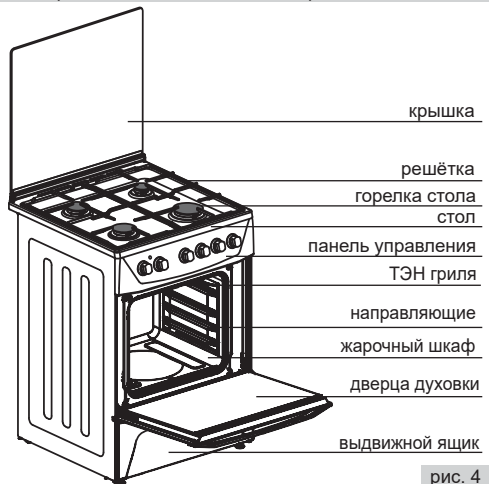

рис. 4
■ Комбинированная плита - это специальное устройство для приготовления пищи за счет образования тепла от сгорания газа в газовых горелках и от нагрева ТЭНов жарочного шкафа (рис.4,5). Горелки расположены на рабочем столе плиты, ТЭНовы расположены в жарочном шкафу. Управление работой газовых горелок осуществляется кранами, работа ТЭНов осуществляется переключателями мощности. Для зажигания газовых горелок используется интегрированный розжиг. Для горения газа необходим воздух помещения. Устройство для отвода продуктов сгорания газа не предусмотрено.